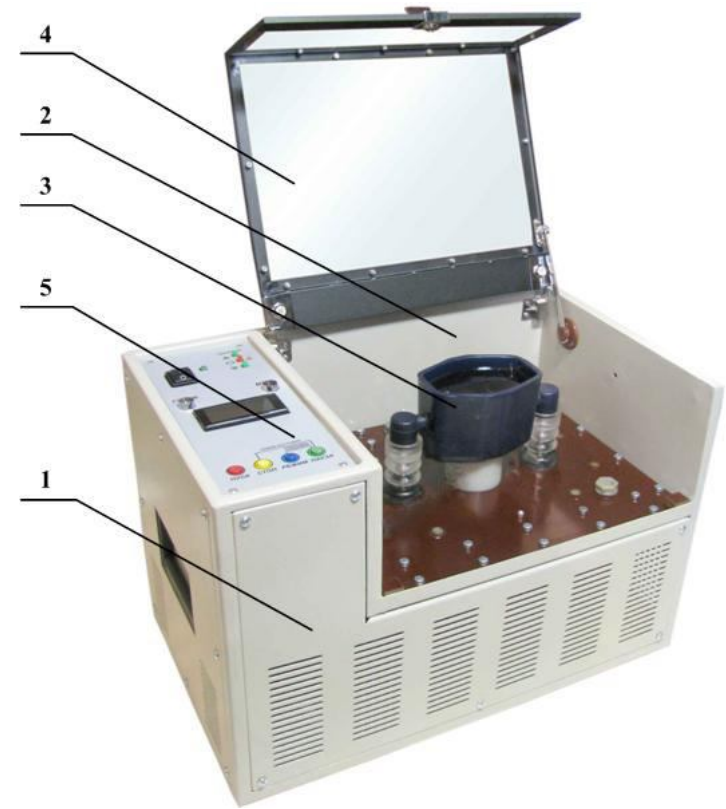

Рисунок 1
**4.1** Установка включает в себя высоковольтный стенд, (см. рисунок 1), выполненный в виде переносного пульта 1. В стенде имеется испытательный отсек 2, в котором размещена измерительная ячейка 3 для испытываемого диэлектрика. Испытательный отсек закрывается прозрачной крышкой 4, снабженной блокировкой, предотвращающей подачу высокого напряжения при ее открывании. Слева от испытательного отсека расположена панель управления установкой 5, содержащая элементы управления и индикации.